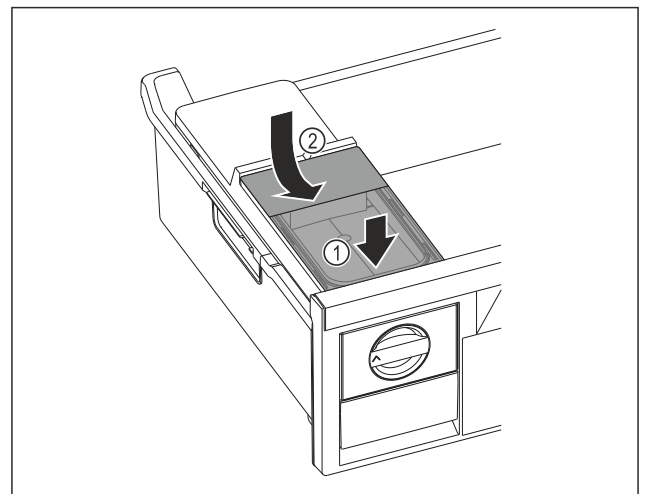

Fig. 104
- Wassertank vorne ansetzen. Fig. 104 (1)
- Wassertank hinten absenken. Fig. 104 (2)